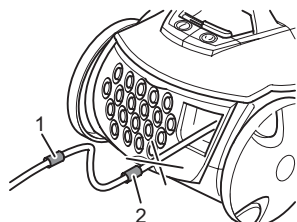
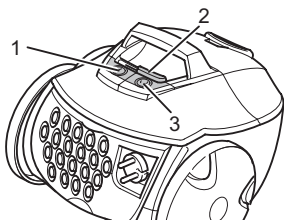

Abb. 10
Abb. 11
2. Ziehen Sie das Kabel am Stecker bis zur gelben Markierung (Abb. 10/1) heraus.
Falls die rote Markierung (Abb. 10/2) sichtbar ist, ziehen Sie das Kabel mithilfe der Kabelaufrolltaste (Abb. 11/3) wieder bis zur gelben Markierung ein. Ansonsten kann das Kabel abreißen. Es besteht die Gefahr eines elektrischen Schlages.
3. Schalten Sie den Bodenstaubsauger am Ein-/Aus-Schalter (Abb. 11/1) ein.
4. Stellen Sie die Saugleistung am Saugleistungsregler (Abb. 11/2) ein.